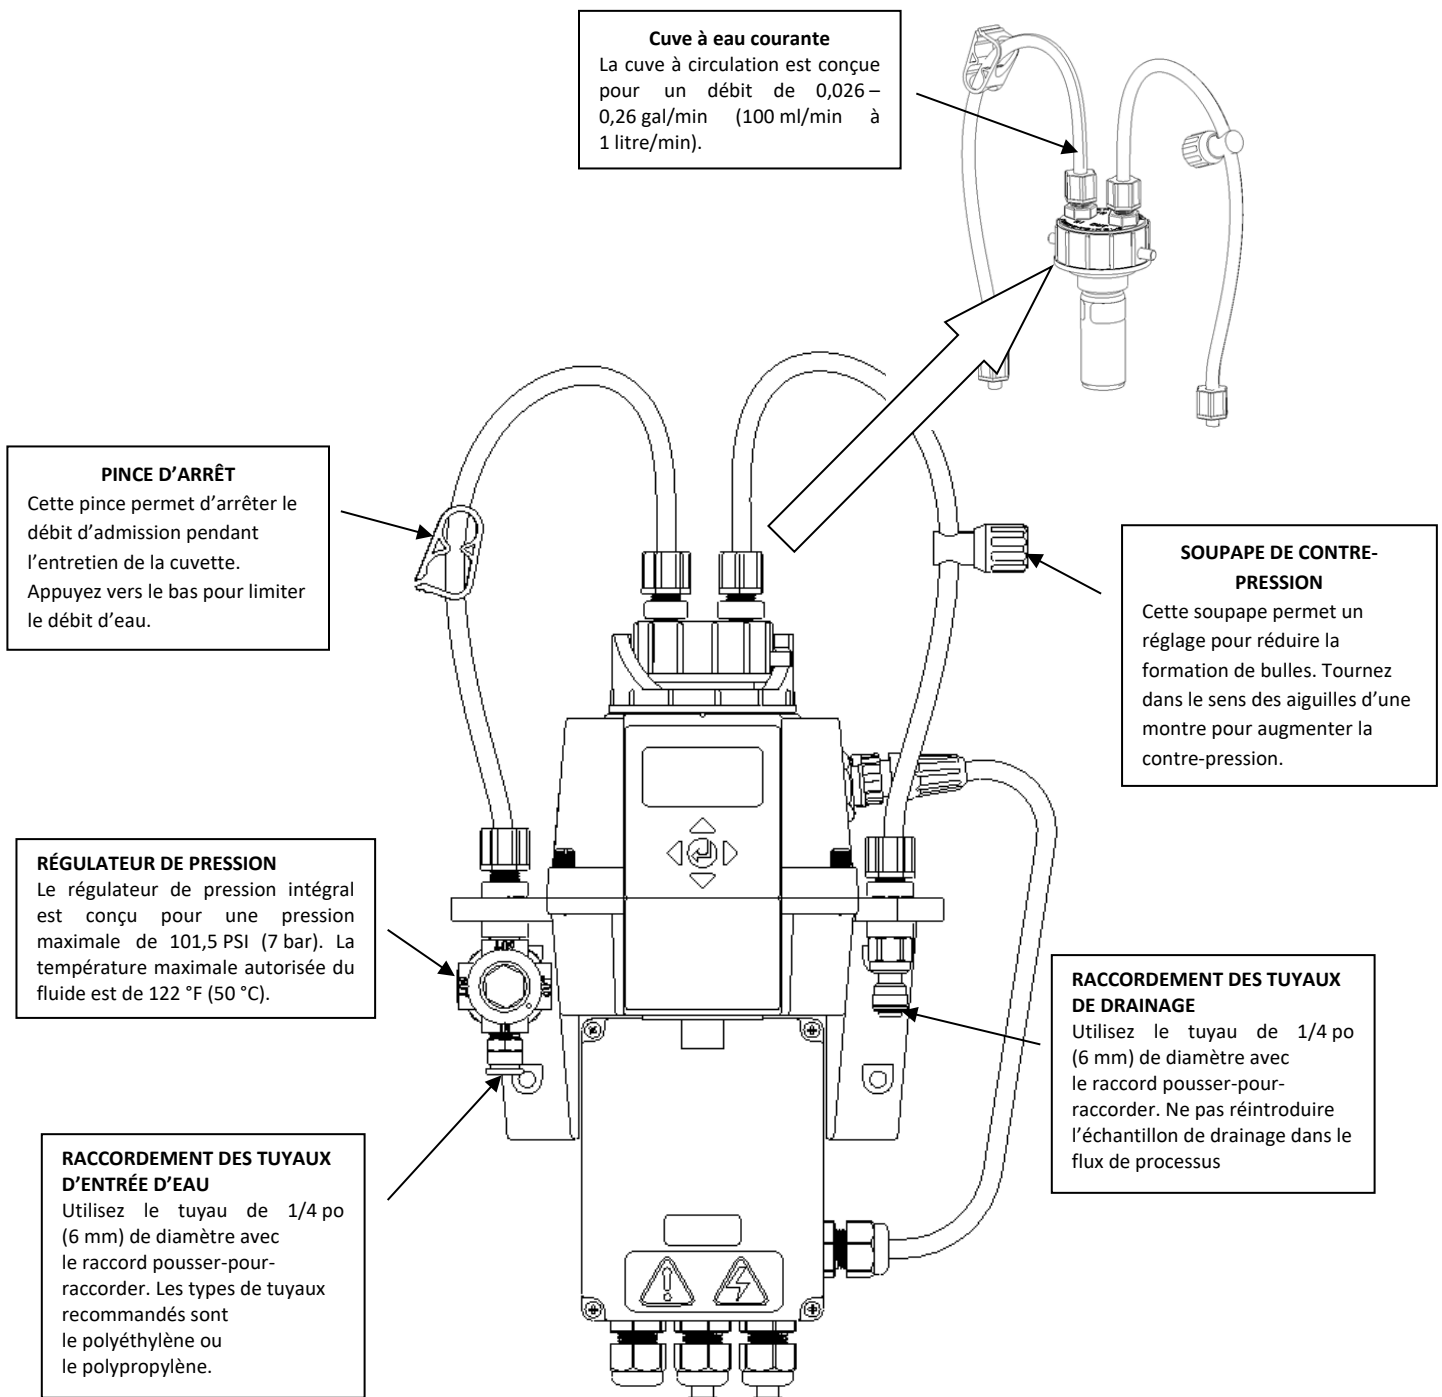

Figure 4 Identification des pièces de l'instrument
- e. Enfoncez le tuyau dans le raccord Quick-Connect du côté droit du MTOL+, comme illustré à la Figure 4.
- e. Enfoncez le tuyau dans le raccord Quick-Connect du côté gauche du MTOL+, comme illustré à la figure 4.